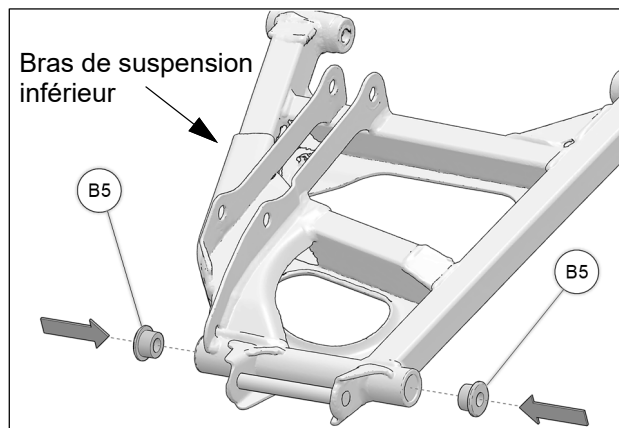

Fig. 4
4. Insérer les bagues de serrage (**B5**) à chaque bout du tube incorporé au bras de suspension inférieur. Voir la Fig. 4